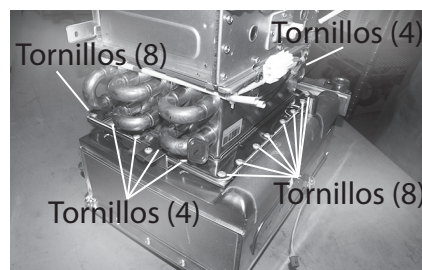

Figura 158 - Retiro de los tornillos del conjunto de HEX
- 50** Una vez que se hayan sacado los soportes, ubique los 24 tornillos que fijan el intercambiador de calor principal al intercambiador de calor secundario. Retire los tornillos y déjelos a un lado en un lugar seguro para volver a instalarlos. Consulte la Figura 158.
- 69** Fije el HEX principal al HEX secundario con los 24 tornillos que se retiraron anteriormente en el **Paso 50**. Consulte la Figura 158 como referencia.